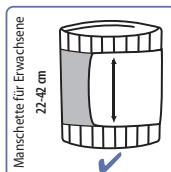

Abb. 5
- Die Manschette ist einsatzbereit, wenn nach festem Anlegen der Manschette um Ihren Arm die Pfeilköpfe auf das Streifenmuster auf den gegenüberliegenden Seiten der Manschette zeigen (Abb. 5).